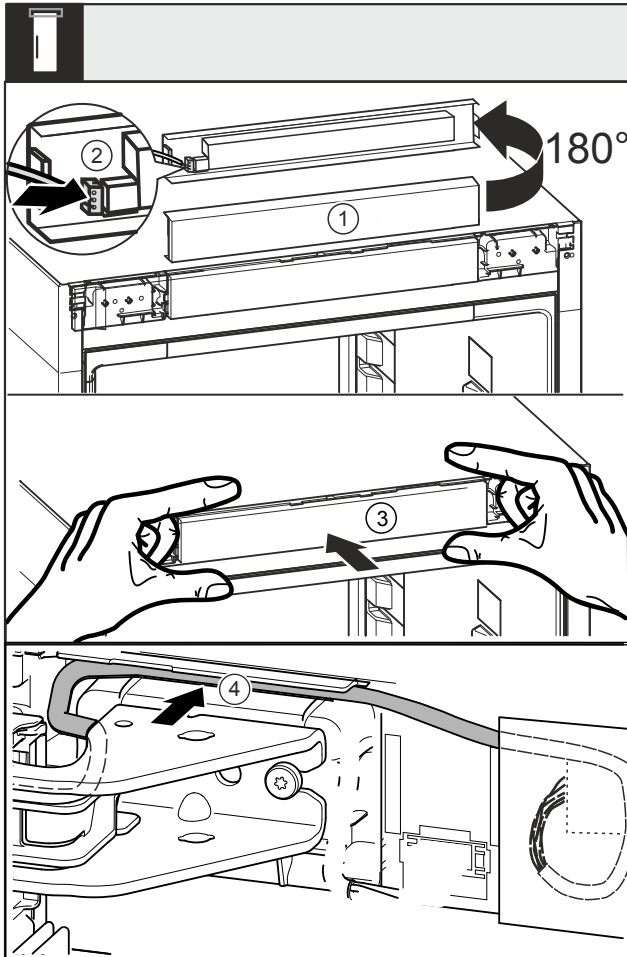

Fig. 45
- Blende Fig. 45 (1) um 180° nach oben drehen.
- Stecker Fig. 45 (2) an der Bedienteilblende einrasten.
- Blende Fig. 45 (3) wieder am Gerät einrasten.
- Kabel vorsichtig in der Führung Fig. 45 (4) über dem oberen Lagerbock verlegen.